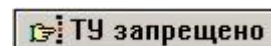
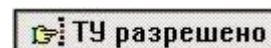

Рис. 21
Рис. 22
8.3.1. **Вариант 1.** Для разрешения команд управления используется кнопка разрешения ТУ (см. **рис. 21**), расположенная в верхней части экрана. При нажатии этой кнопки она меняет свое состояние (см. **рис. 22**) и позволяет осуществлять управление оборудованием, используя экранные кнопки управления.